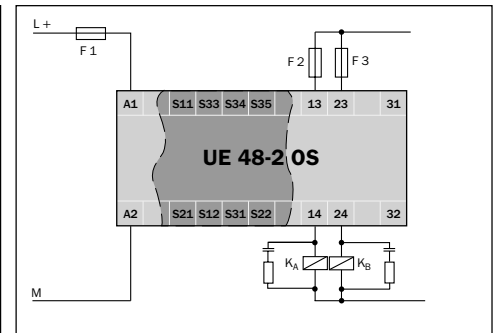

Fig. 2: Schéma de base UE 48-2 OS: alimentation, circuit de sortie à 2 voies redondantes (cf. caractéristiques techniques)
- Pour prévenir le collage par soudure électrique des contacts du relais, prévoir en série avec chaque contact de commande le montage d'une protection contre les surintensités, les courts-circuits (de classe gG, voir aussi les *caractéristiques techniques*) cf. fig. 2, fusibles F 2 / F 3. L'action de ces fusibles doit être instantanée.